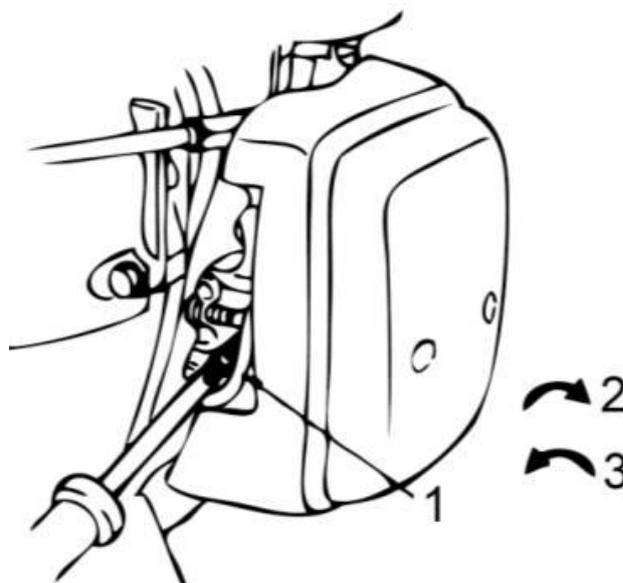

рис.18
- ✓ Винт (1), (рис.18) регулирует скорость вращения двигателя на холостом ходу. Если вы повернете винт направо, обороты возрастут, если налево - уменьшатся. Если на холостом ходу режущий диск вращается, то обороты следует снизить.